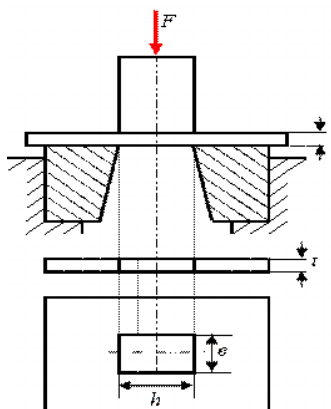

Рисунок 1.
1. Определить какую силу  $F$  (рис. 1) надо приложить к пуансону штампа для пробивки в стальном листе толщиной  $t = 4$  мм, размером  $b \times h = 10 \times 15$ , если предел прочности на срез материала листа  $\tau_{\text{пч}} = 400$  МПа. Определить также напряжение сжатия в пуансоне.